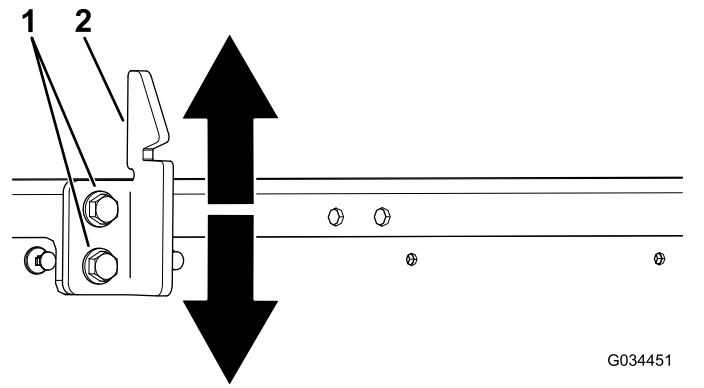

图 9
4. 拧松货斗门锁撞销上的 2 个螺栓，并向上或向下（取决于撞销过高还是过低）移动撞销（图 9）。
5. 拧紧货斗门锁撞销上的 2 个螺栓（图 9）。